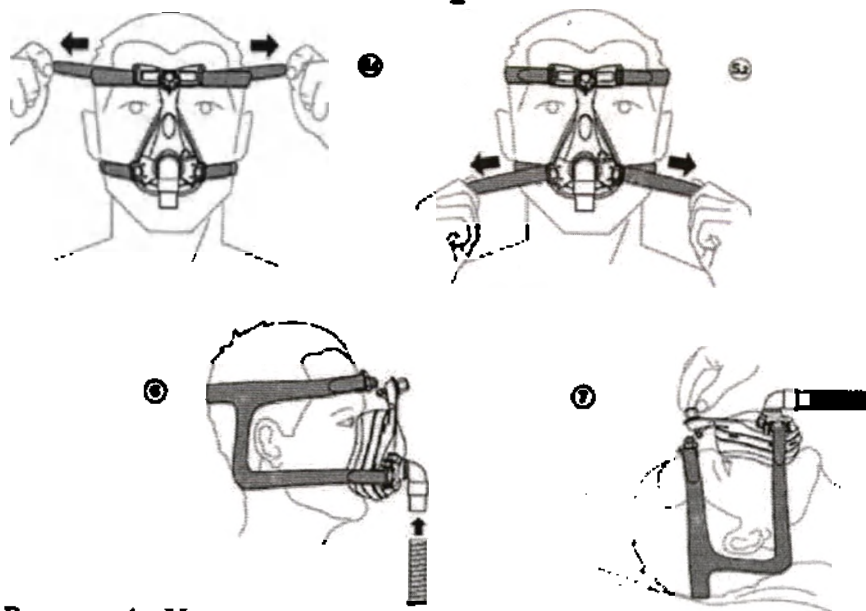

Рисунок 4 - Установка маски. Шаги 5-7
- потянуть сначала верхние тесемки и затем нижние, пока маска не будет хорошо прилегать к лицу (старайтесь не затягивать слишком сильно) (шаги 5.1 и 5.2, рисунок 4);
- подсоединить маску к контуру пациента вентилятора (шаг 6, рисунок 4);
- принять лежачее положение и повернуть регулировочную ручку е) до положения, когда маска удобно приляжет к лицу без нарушения герметичности (шаг 7, рисунок 4);